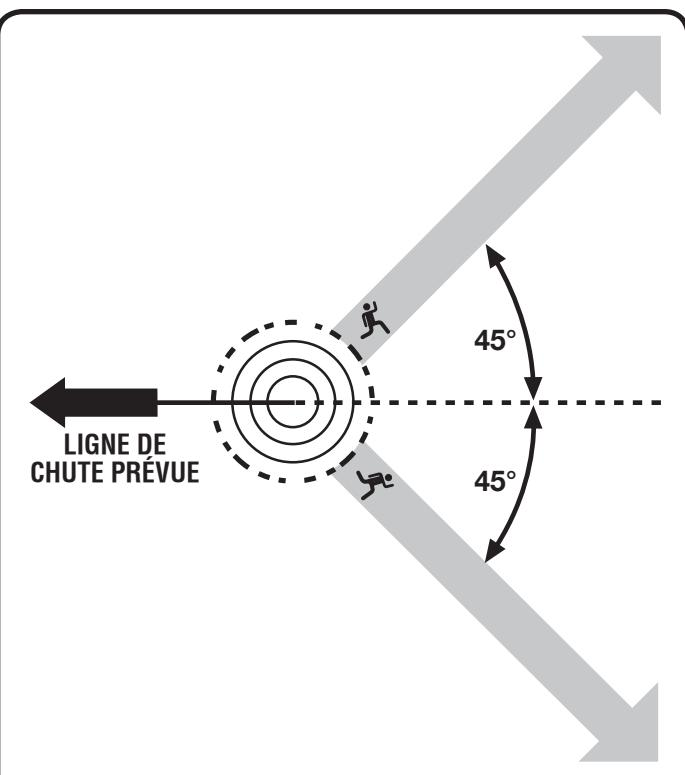

Fig. 15
Voir les figures 15.
Voir les figures 15 à 18.
- Avant de commencer une coupe, déterminer un chemin d'échappement (ou plusieurs au cas où le chemin prévu serait bloqué) déblayer les environs immédiats et s'assurer qu'aucun obstacle se trouve sur le chemin d'échappement prévu. Les trajectoires sécuritaires du chemin d'échappement doivent se situer à l'arrière et en diagonale (45 °) à l'arrière de la ligne de chute prévue. Lorsque l'arbre commence à tomber, il faut s'écartez de la ligne de chute et suivre le chemin d'échappement et s'éloigner d'au moins 6 m (20 pi) du tronc au cas où l'arbre rebondirait sur la souche. *Voir la figure 15.*